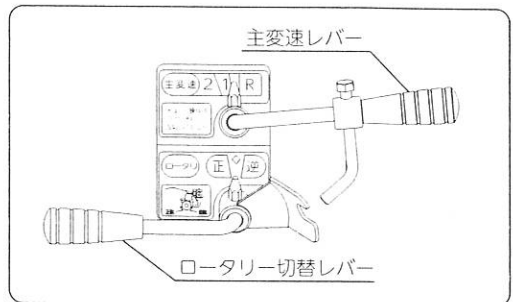

図24
1) 走行変速レバー (図24)
2) ロータリー変速レバー (図24)